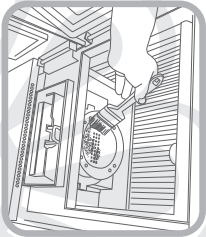

figura 8
- Remover las cenizas y escoria del QUEMADOR. Usar una brocha. (Ver figura 8)